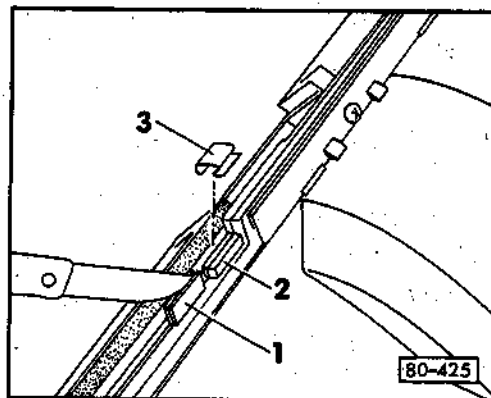

Abb. 1 Klappenkastenoberteil und Klappenkastenunterteil zerlegen und zusammenbauen
- zerlegen und zusammenbauen – Abb. 1